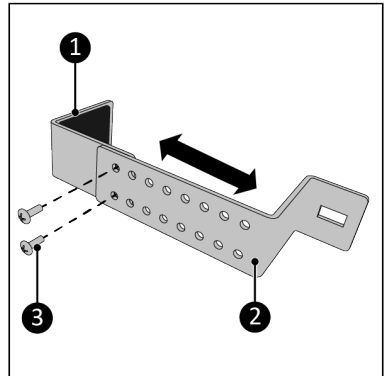

Figure 163.
3. Vissez la partie supérieure (Figure 163, pos. 1) et la partie inférieure (Figure 163, pos. 2) ensemble au moyen des deux vis M5 x 10 mm (Figure 163, pos. 3). Assurez-vous que la largeur est légèrement supérieure à la largeur du cadre de la fenêtre.